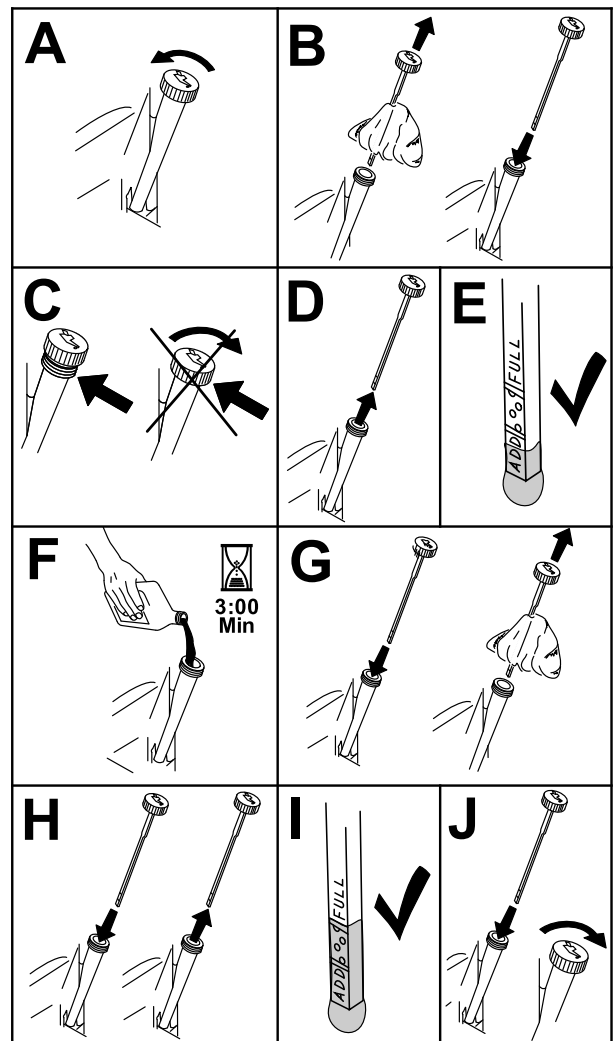

Figure 51
3. Pour éviter de faire tomber de l'herbe, de la poussière, etc., dans le moteur, nettoyez la surface autour du bouchon de remplissage-jauge d'huile, avant de l'enlever (Figure 51).